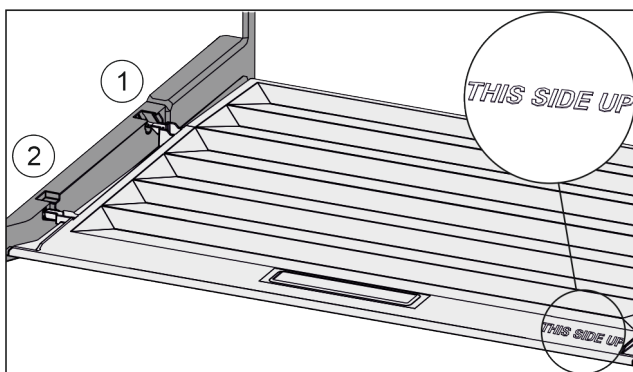

Fig. 69
- ▶ Вставить поперечные ребра крышки через отверстие заднего держателя Fig. 69 (1) и защелкнуть спереди у держателя Fig. 69 (2).